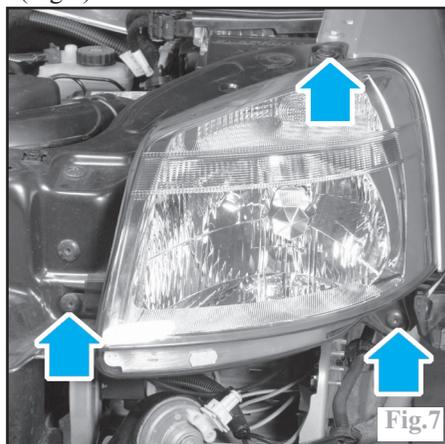

Fig.7
-les trois vis de fixation du projecteur (Fig.7).